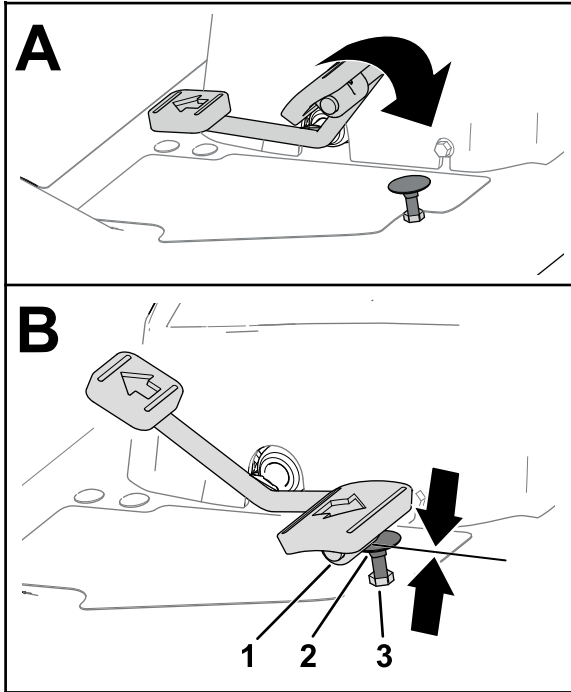
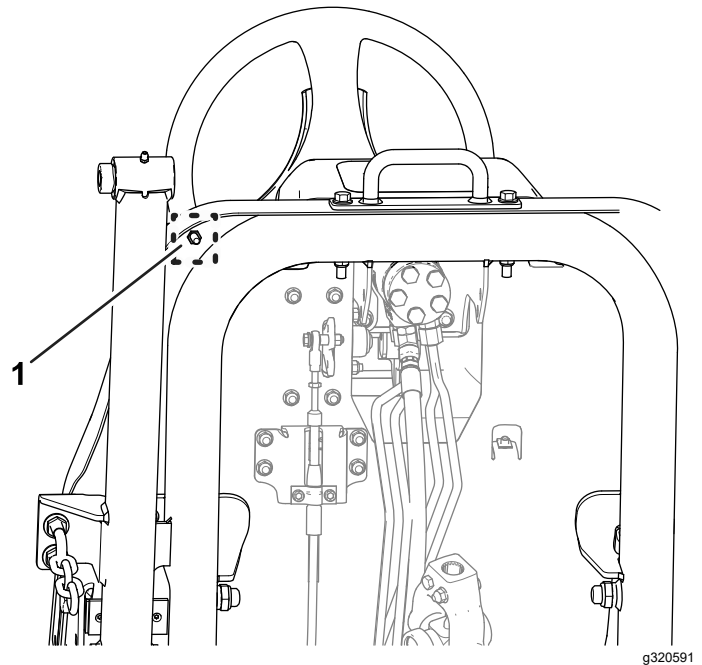

Bild 81
Bild 82
1. Drücken Sie das Fahrpedal ganz durch (Bild 81).
- A. Halten Sie den Fahrpedalanschlag (Bild 81) mit einem Schraubenschlüssel fest.
- B. Lösen Sie die Klemmmutter an der Unterseite der Fußplattform-Platte (Bild 82).
- C. Bewegen Sie das Fahrpedal in die Vollgas-Stellung (Bild 81).
- D. Den Fahrpedalanschlag festhalten, die Klemmmutter oberhalb der Fußplattform-Platte (Bild 81) einstellen, bis das Fahrpedal den Anschlag berührt.
- F. Halten Sie den Fahrpedalanschlag fest und ziehen Sie die Klemmmutter an der Unterseite der Fußplattform-Platte (Bild 81 und Bild 82) auf 37-45 N·m an.